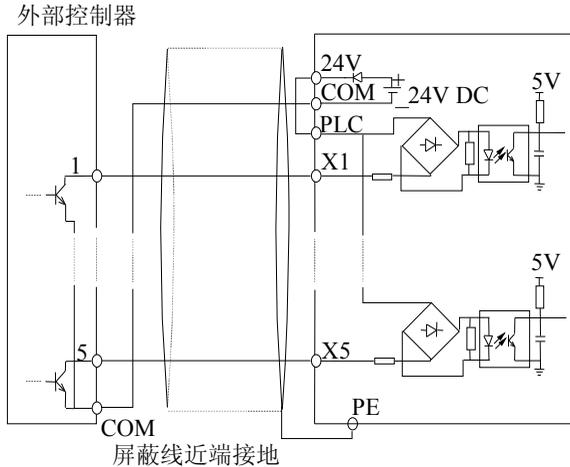

图 2-14 使用变频器内部+24V电源的源极连接方式
- 1) 使用变频器内部+24V电源，外部控制器为NPN型的共发射极输出的连接方式，如图2-14所示。